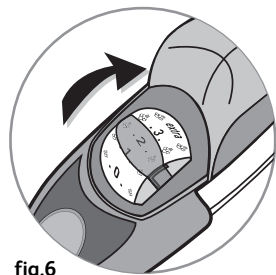

fig.6
- Установите ручку подачи пара **(рис.6)** в требуемое положение в соответствии с нижеприведенной таблицей.